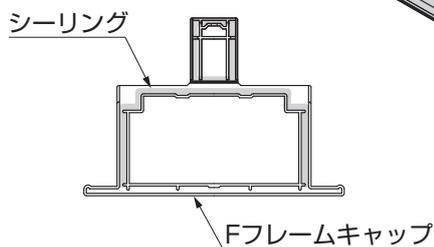
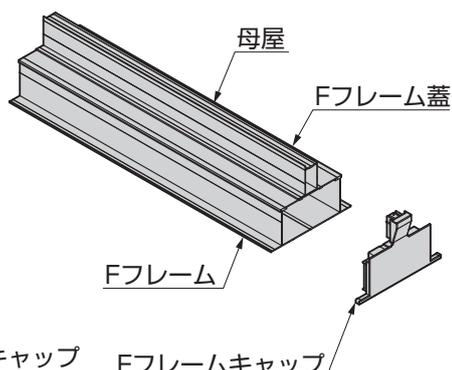

図5-7
図5-8
- ①図のようにFフレームを梁の母屋取付け穴から前枠側に50.45mmの位置に【18-1】で取付けてください。
- ②FフレームにFフレーム蓋を【18-1】で取付けてください。
- ③Fフレーム蓋の上に母屋をのせ、母屋の取付け穴をFフレーム蓋の中央部前枠側のV溝に合わせ、【18-1】で取付けてください。
- ④Fフレームキャップにシーリング材を充てんしてFフレームと母屋に取付けてください。(図5-7、図5-8参照)